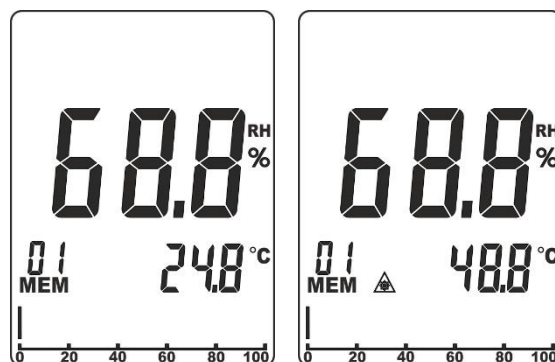

Fig. 10: Mesure de la température à infrarouges (IRT)
3. La température de l'air est affichée sur l'écran secondaire (voir Fig. 10 – à gauche)
4. Appuyer sur la touche **IRT/▲** pour activer la mesure IRT. Le pointeur laser s'active pendant un instant et le symbole « ▲ » est affiché à l'écran jusqu'à la fin du relevé. La valeur de la température IRT est affichée sur l'écran secondaire pendant environ 15s (voir Fig. 10 – à droite) et, ensuite, l'instrument retourne automatiquement à la mesure de la température de l'air